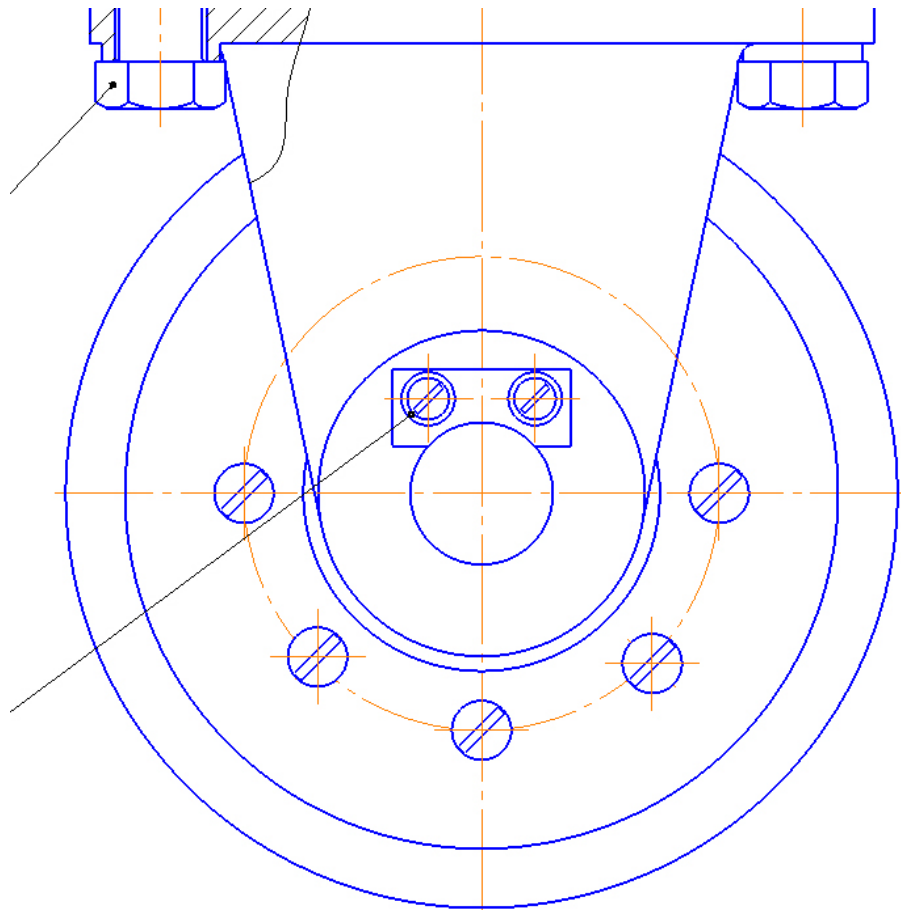

Рис. 4.61. Расположение винтов М6 на виде
- Установите винты на виде (рис. 4.61).